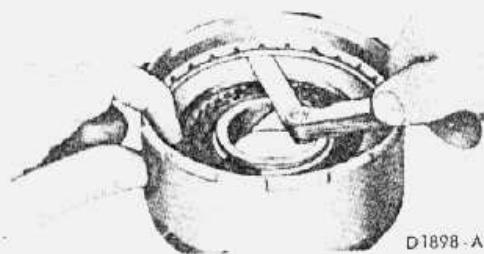

fig. 77 — verificação da folga do anel de trava da embreagem de ré-alta
6. Com um calibrador de lâminas, verificar a folga entre o anel de trava e o disco de pressão (fig. 77).